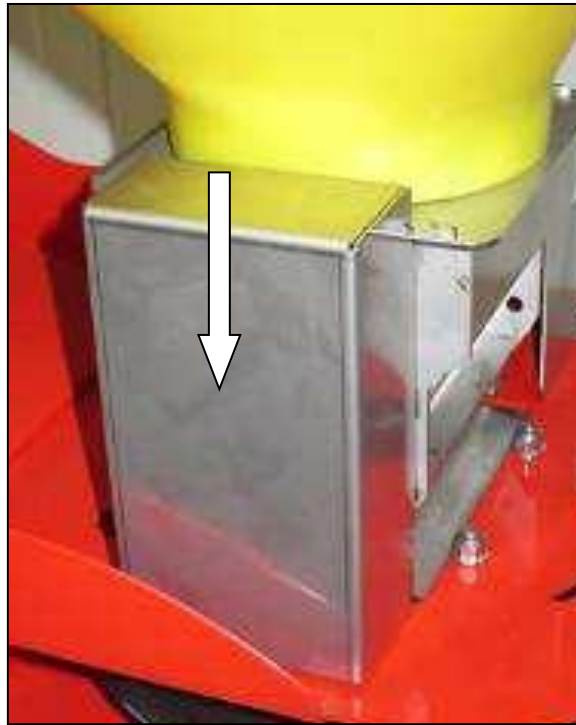

Abb.: 106
- Abdeckhaube für Antriebsrollen montieren (Abb.: 106)